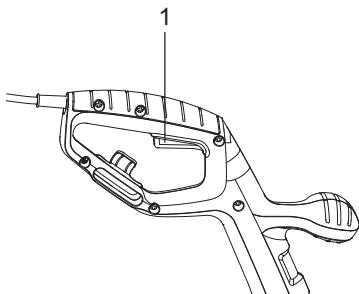

Fig. 4
- > Asegúrese de que el gatillo interruptor de puesta en marcha/ apagado (1) se encuentre en su posición de apagado (Fig. 4).